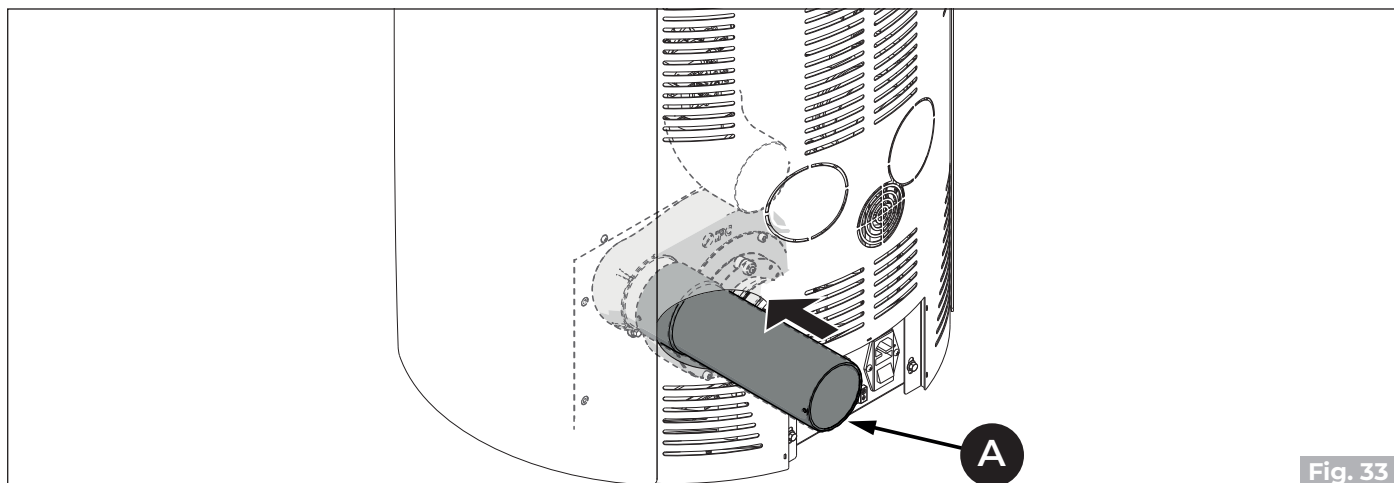

Fig. 33
- Raccorder le tube d'évacuation de la fumée **(A)** («**Fig. 33**»).